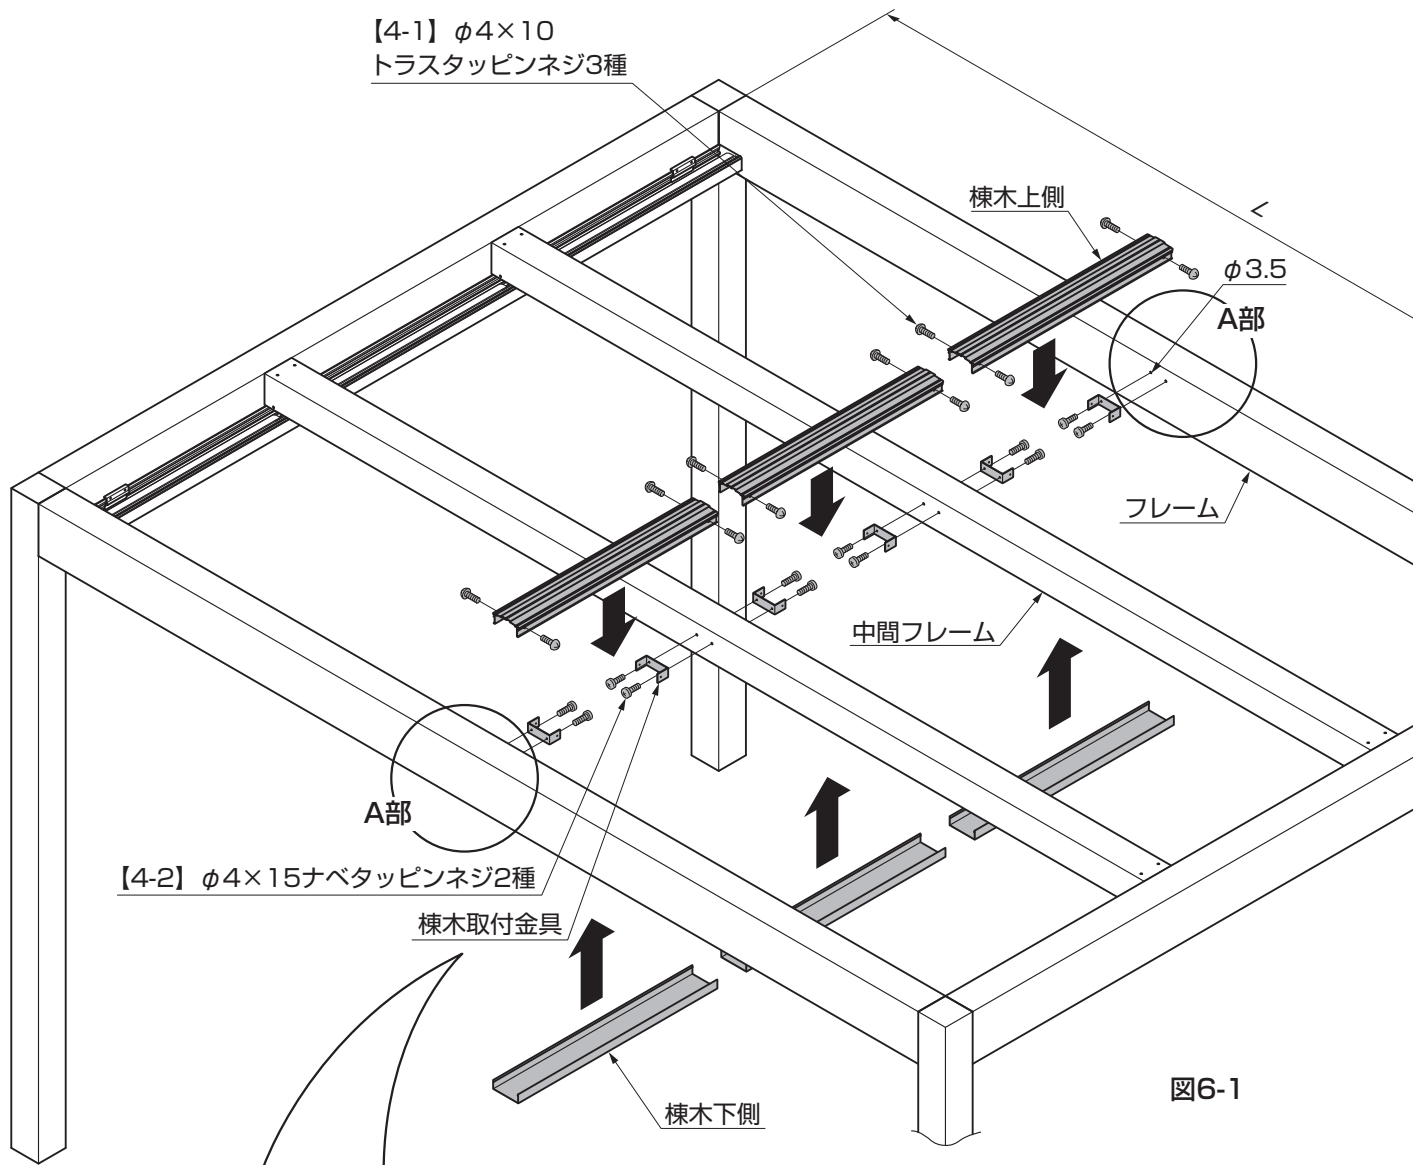

図6-1
- ①ルーフ取付穴位置治具をあて $\phi 3.5$ の穴をフレームにあけてください。(図6-1、図6-2、図6-3、表6-1参照)
- ②棟木取付金具をフレーム、中間フレームに【4-2】で取付けてください。
- ③棟木上側を棟木取付金具に【4-1】で取付けてください。
- ④棟木下側を棟木上側にはめ込んでください。